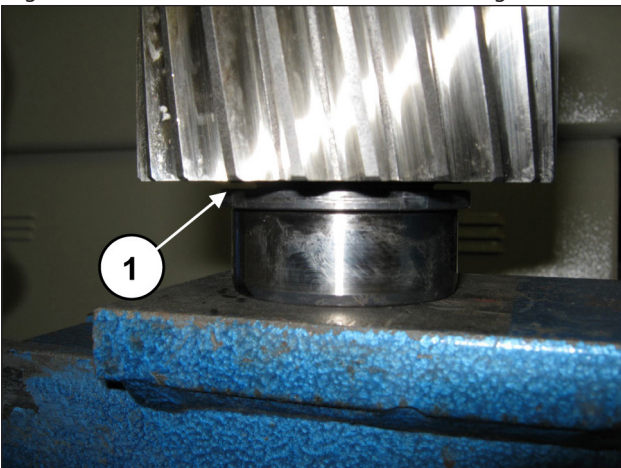

Abb. 80
Montieren Sie vorläufig auf das Ritzel den Innenring des Lagers  $40 \times 90 \times 23$  (Pos. ①, Abb. 80) bis auf Anschlag.